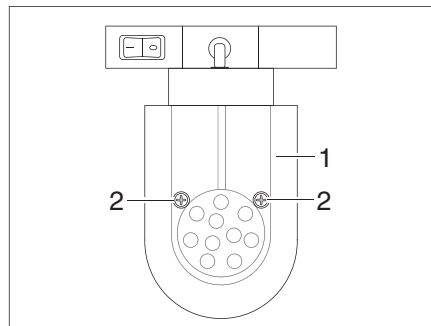

Fig. 368 Foco de LED (desplazable)
- Aflojar los tornillos de fijación (Fig. 368,2).
- Retirar el cristal de lámpara (Fig. 368,1) con cuidado.